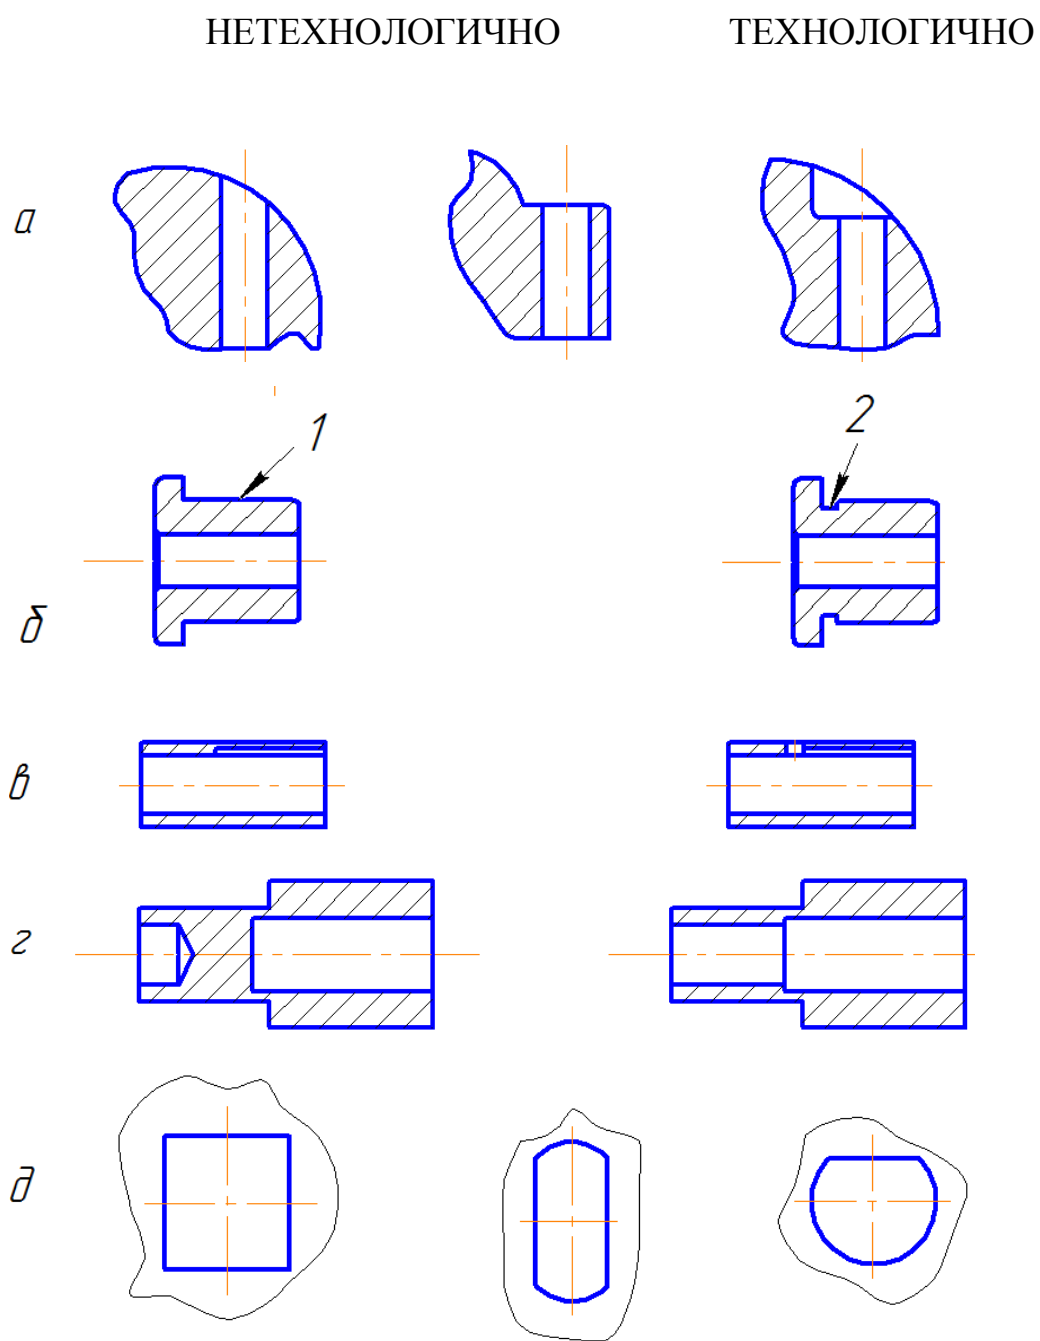

Рис.1. Примеры технологичных и нетехнологичных конструкций деталей
1. Объяснить технологичность или нетехнологичность деталей (рис.1)